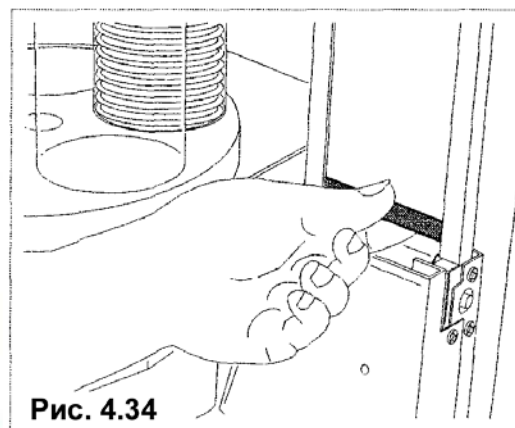

Рис. 4.34
- Снимите металлический груз с бокса для выдачи ложек (рис. 4.34)